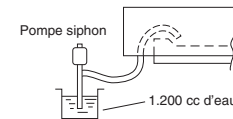

Fig. 3-15
- (3) Verser environ 1.200 cc d'eau dans le carter de vidange à l'aide d'une pompe siphon par la grille de sortie d'air. (Fig. 3-15)